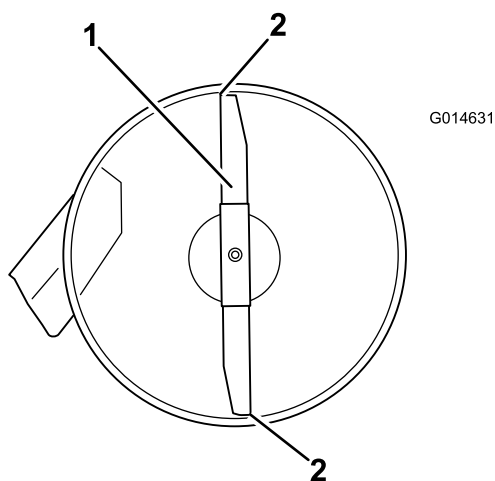
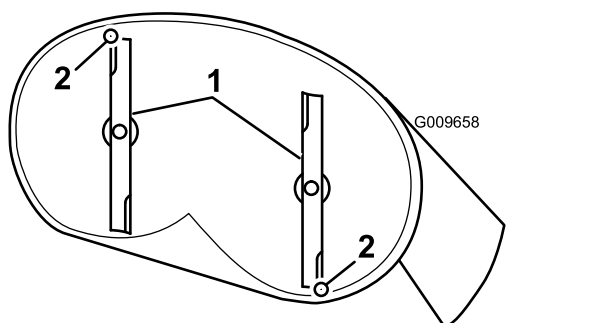
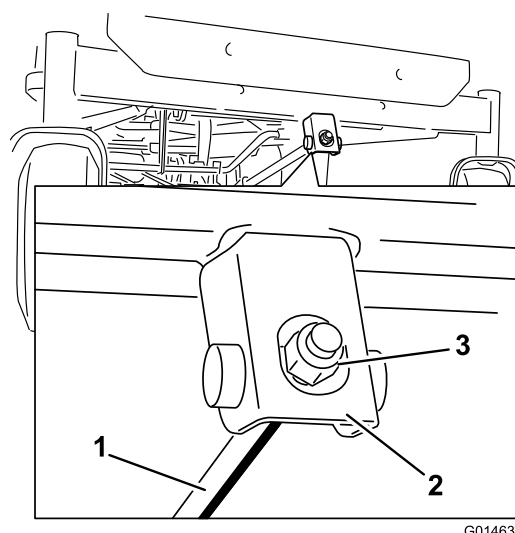

Figura 68
Figura 69
Figura 70
- Girate con cautela la lama o le lame in modo che siano disposte longitudinalmente (Figura 68 e Figura 69).
- Misurate il valore dalla punta della lama anteriore e dalla punta della lama posteriore alla superficie piana (Figura 68 e Figura 69).
- Per regolare l'inclinazione longitudinale della lama, ruotate il dado di regolazione nella parte anteriore del tosaerba (Figura 70).
- Dopo la regolazione, ricontrollate l'inclinazione longitudinale e continuate la regolazione del dado finché la punta della lama anteriore non è più bassa di 1,6-7,9 mm rispetto a quella posteriore (Figura 69 e Figura 70).